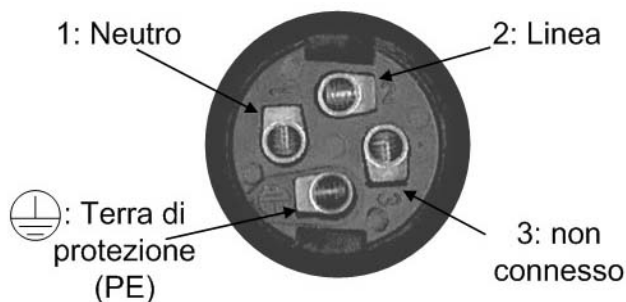

Fig. 11 - Connettore Binder
- 2) Intestare il cavo nella controparte del connettore Binder fornita a corredo avendo cura di rispettare le indicazioni presenti sulla plastica in prossimità dei terminali (come indicato in Fig. 11): terminale 1 per il Neutro, terminale 2 per la linea, terminale 3 non collegato, e terminale identificato dal simbolo  per la terra di protezione PE .